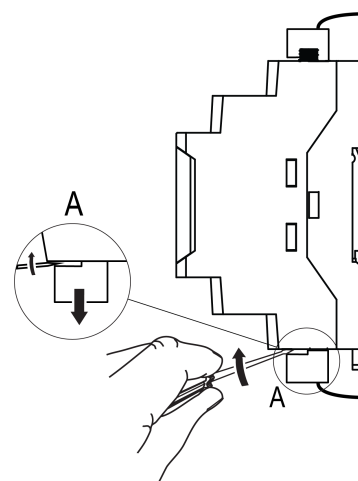

Рисунок 6.3 – Отсоединение съемных частей клемм
3. Отделить от шлюза съемные клеммники с проводами с помощью отвертки (см. рисунок 6.3). Не демонтировать внешние линии связи.